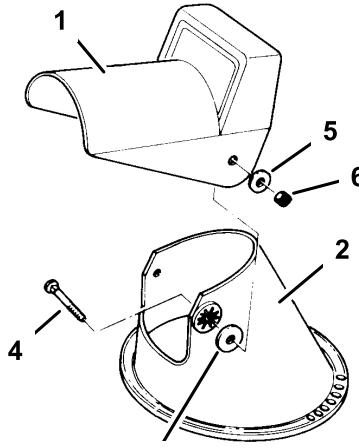

Figure 5
- Placez le déflecteur sur l'éjecteur en prenant soin de bien aligner les trous de montage (Figure 5).
- Rondelle en caoutchouc (2)
- Vis de carrossier (2)
- Rondelle en métal (2)
- Contre-écrou (2)
- Insérez une rondelle en caoutchouc entre le déflecteur et l'éjecteur de chaque côté, en gardant les trous bien alignés (Figure 5).
Remarque: Les épaulements droits des boulons doivent se trouver dans l'alignement de la partie droite de l'éjecteur. Placez les rondelles métalliques à l'extérieur du déflecteur, comme illustré à la Figure 5. Ne serrez pas les boulons excessivement.